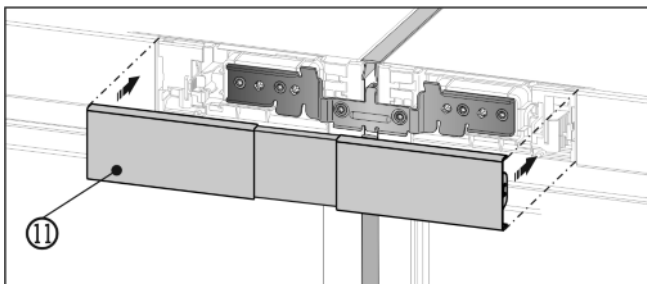

Fig. 15
- ▶ Clipser le cache Fig. 15 (11) supérieur sur l'interstice encore ouvert des deux panneaux du bandeau de commande. Veiller à ce que les parties externes du cache se ferment en affleurant les panneaux du bandeau de commande.